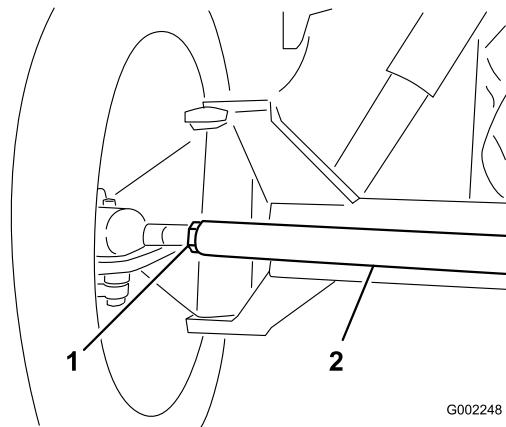

Figura 52
3. Si la distancia no está en el intervalo especificado, afloje las contratueras en ambos extremos de la biela (Figura 52).